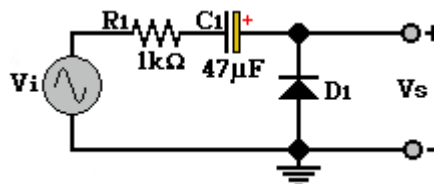
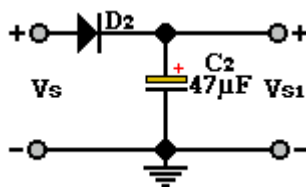

Figura 3.4
Figura 3.5
3. Arme el circuito de la figura 3.4. Dibuje y acote las señales V_i y V_s en papel milimétrico (no desarme este circuito).
4. A la salida del circuito de la figura 3.4 conecte el circuito de la figura 3.5. Dibuje y acote las señales obtenidas en V_i y V_{s1} en papel milimétrico. Observando los valores del nivel de voltaje en CD.
2. Dé una breve explicación de la función del capacitor C_1 en el circuito de la figura 3.4.
3. ¿A qué valor de voltaje de CD “sujeta” a la senoidal el circuito de la figura 3.4? ¿Cuál es la causa?